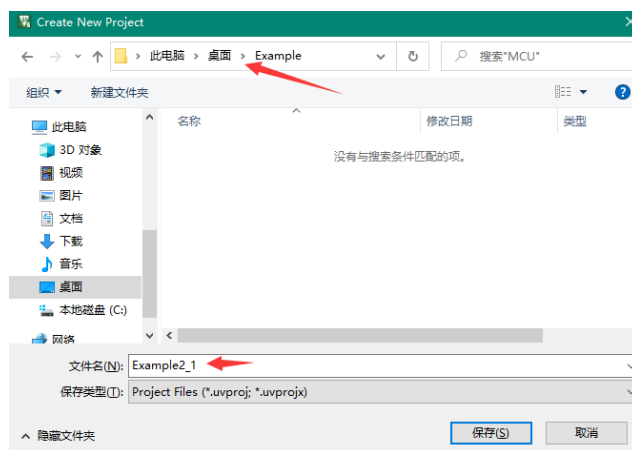

图 2-12 保存工程
(2) 选择工程要保存的路径，输入工程文件名。Keil 的一个工程里面通常包含很多小文件，为了方便管理，我们将一个工程放到一个独立文件夹中，比如保存到 Example 文件夹，可在电脑桌面或者其他路径中建立 Example 文件夹。图 2-12 中工程文件名可填 Example2_1，要注意保存路径，找到刚才建立的 Example 文件夹，然后单击【保存】按钮。工程建立后，此工程名变为 Example2_1.uv2。